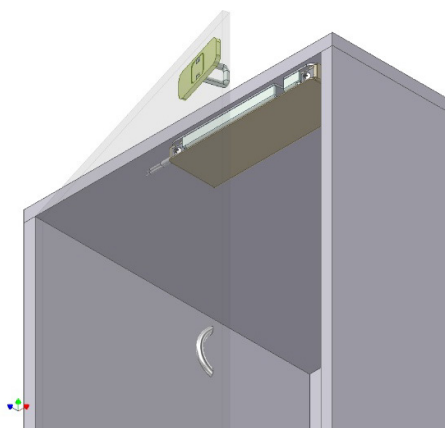

Рисунок 5 - Установка замка для стеклянной двери
- **МК AL-250UZ-Glass** Монтажный комплект для стеклянных дверей (рисунок 5);